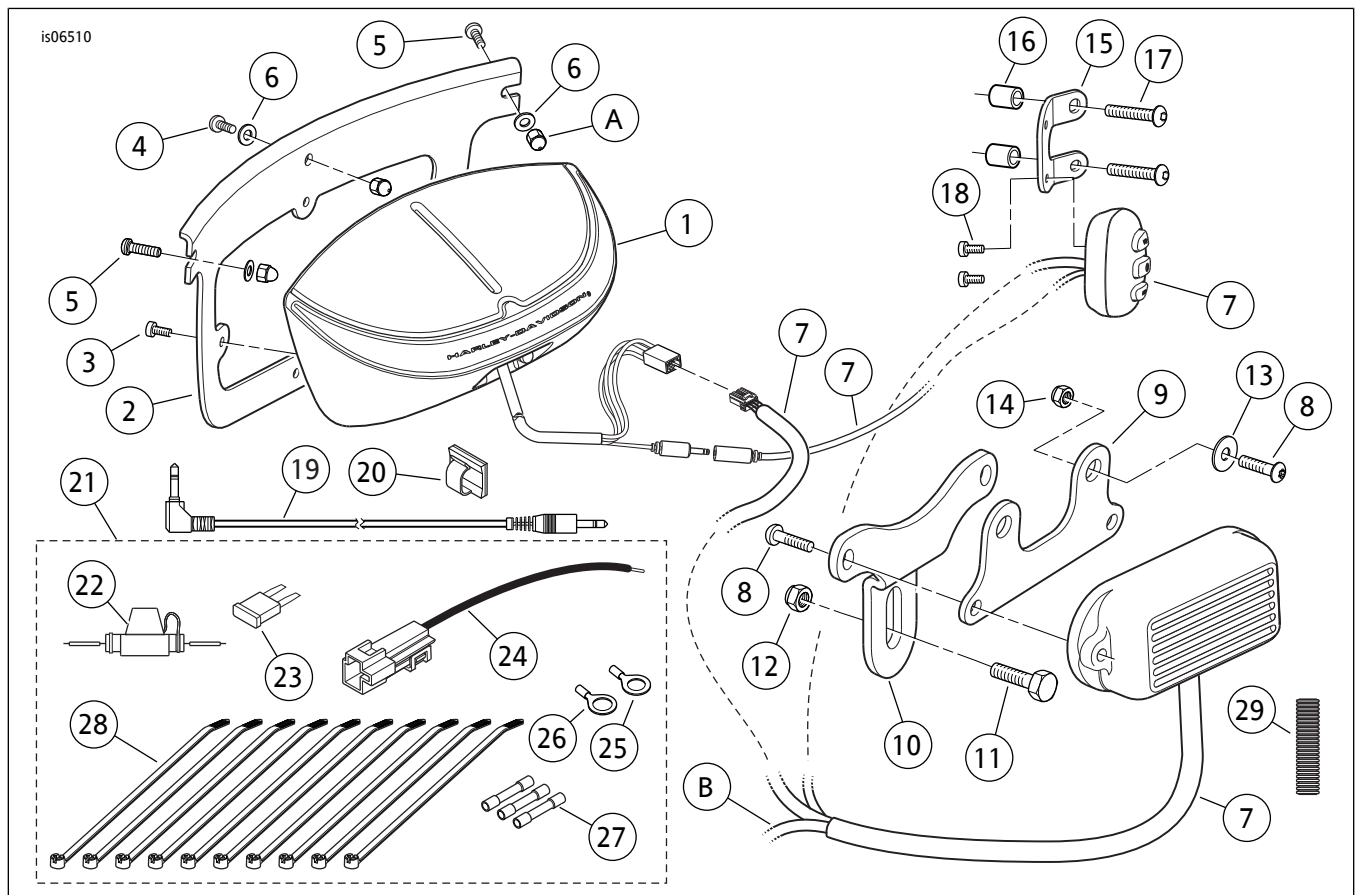

图5. 维修零件：挡风玻璃安装式扬声器和放大器套件
- 参见图5。从套件中获得新#12-24x21 mm (0.81 in)的长螺丝(4)、两个25 mm (1 in)的长螺丝(5)、三个黑色垫圈(6)以及装配好的扬声器舱(1)和安装架(2)。
1. 参见图5。从套件中取出电气五金件包( 23 )。从五金件包中选择串联保险丝架座( 24 )和一个蓝色密封拼接连接器( 29 )。
13. 参见图5。手控制件引出的3.5毫米连接器可使用线缆扎带固定到把手，或使用套件中的背胶夹( 22 )固定到上三角轧头或灯罩。如果使用背胶夹：